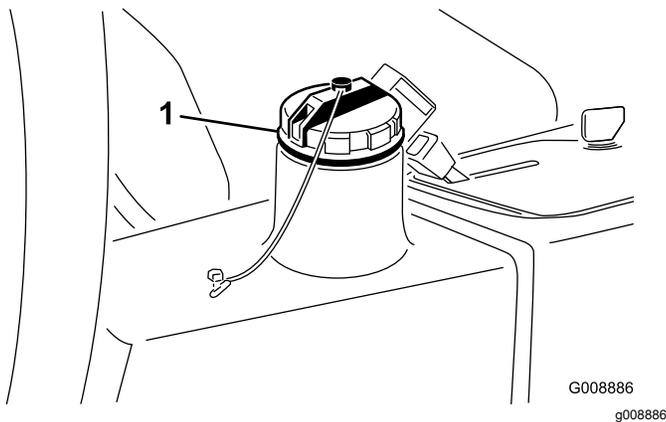

Bild 77
5. Füllen Sie den Hydraulikbehälter (Bild 77) mit Hydrauliköl, siehe Prüfen des Hydraulikölstands \(Seite 54\).